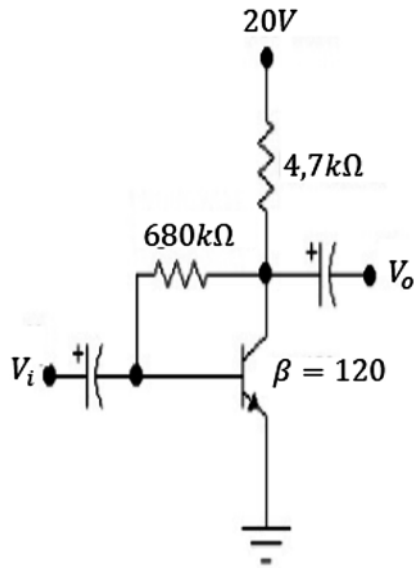

Figura 4.49 Ejercicio de aplicación. Fuente: [2]
e) En el circuito de la figura 4.49, se pide hallar I_C , V_{CE} .